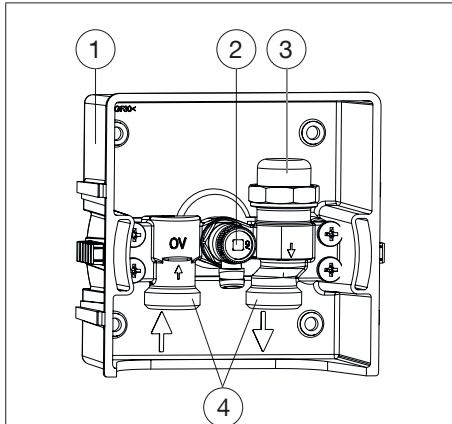
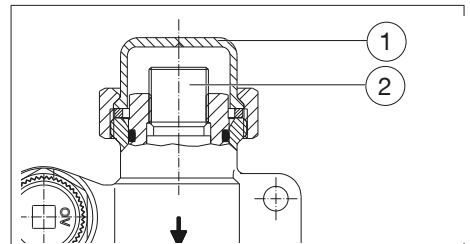

Fig. 2: Configuration de l'« Unibox RLA vario »
Fig. 4: Configuration du robinet avec dispositif de fermeture
1. Desserrer le capuchon du robinet avec dispositif de fermeture (voir Fig. 2 en page 31 (3) ou Fig. 4 en page 31 (1)).